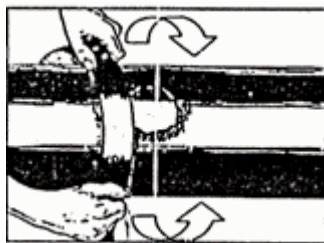

Рис.3
4.4 Очистить оголённый металл трубы (в зоне повреждения) от ржавчины и создать шероховатость заводского полиэтиленового покрытия вокруг повреждения на расстояние не менее 80 мм от его края по всему периметру, используя для этого наждачную бумагу зернистостью N 40 или N 60 (см. рис.3). При больших объёмах работ рекомендуется использовать пескоструйную установку.